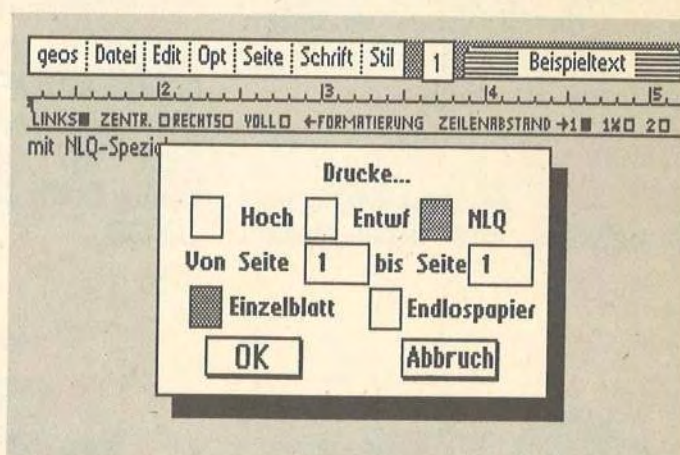

Bild 4. Die Druck-Dialogbox: NLQ als Druckmodus, Einzelblatt als Papiersorte
- Der Druckertreiber »NLQ-Spezial« unterdrückt den Befehl »Form Feed« (Seitenvorschub). Statt dessen wird das Bell-Signal (Code 7; Glockenton) gesandt. Das hat den wesentlichen Vorteil, daß Sie das Blatt selbst positionieren können. Bei der Verwendung verschiedener Schrifttypen ist dies recht oft nötig. Stellen Sie in der Druck-Dialogbox von GeoWrite die Option »Einzelblatt« ein. Bild 4 zeigt, wie die Druck-Dialogbox bei Verwendung von NLQ-Spezial aussehen sollte.